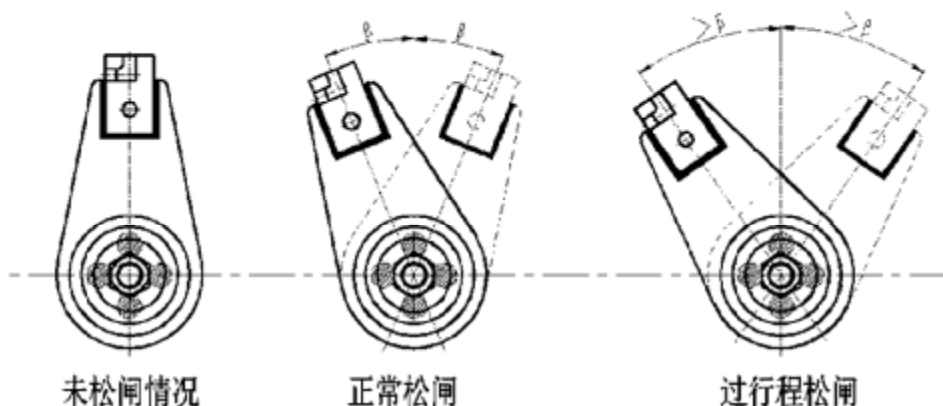

图 57 松闸角度示意图
- 丨 使用松闸时，制动器松闸扳手旋转角度 $\beta \leq 18^\circ$ 见(图 57)。